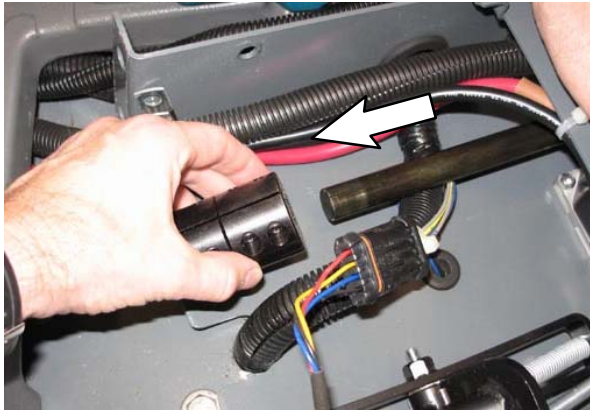

ABB. 26
27. Schieben Sie die Lenkverbindung aus dem Lenkschaft heraus. Entsorgen Sie die Lenkverbindung. (Abb. 26)